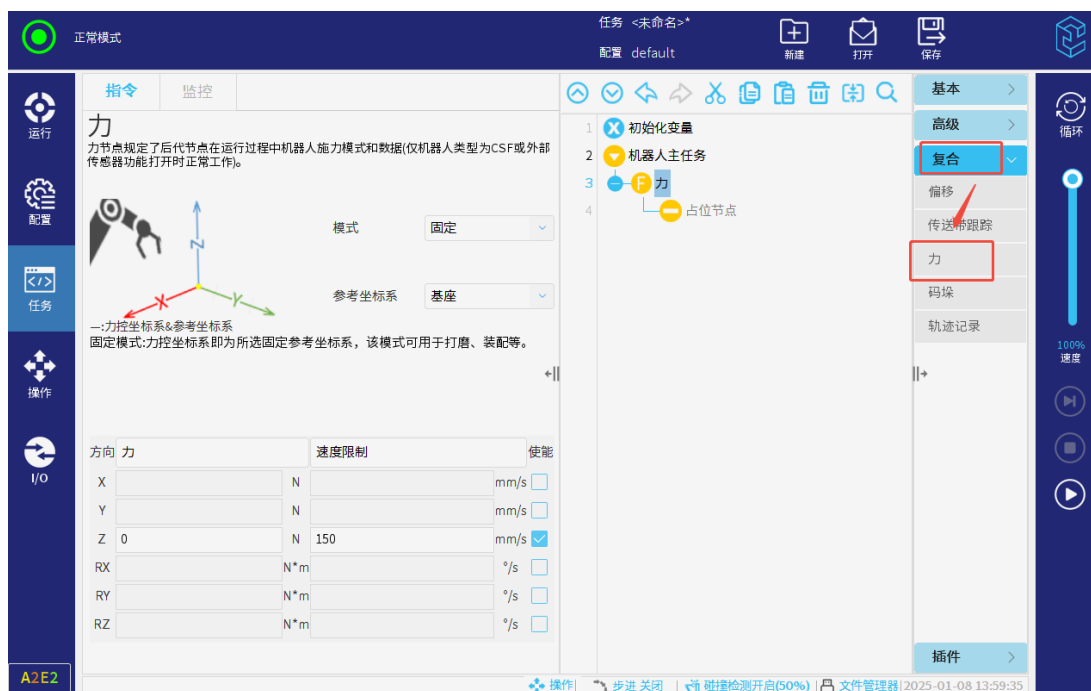

图 3-131: 力
1. 选择“任务 > 复合 > 力”，如图 3-131所示。